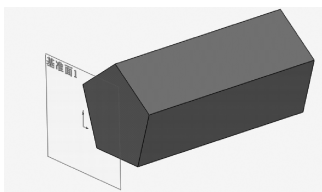

图 2-30 转换实体引用前的图形
- 1) 单击选择图 2-30 中的基准面 1，然后单击【草图】工具栏上的（草图绘制）按钮，进入草图绘制状态。